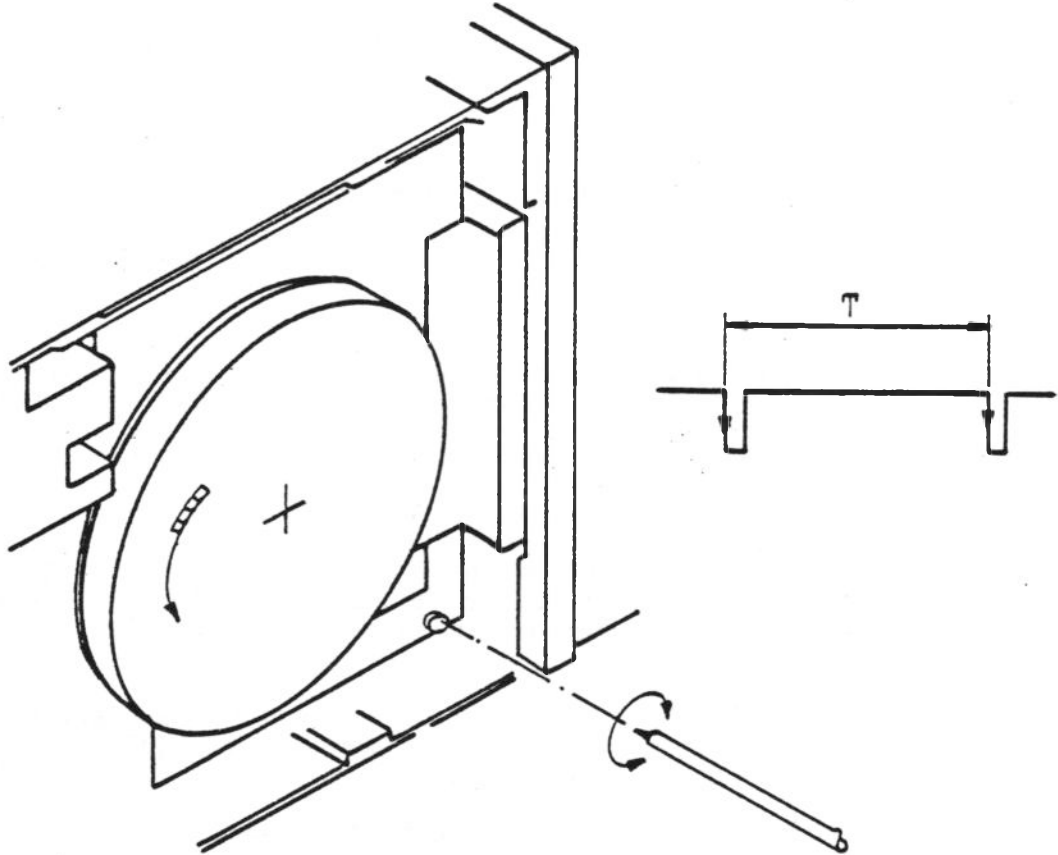

Abb. 6-1: Spindel-Adjustment
6. nach Abb. 6-1 so abgleichen, daß $198.6 \text{ ms} < T < 201.4 \text{ ms}$ ist